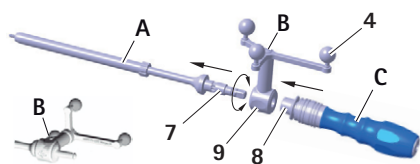

Fig. 6 Montaje del instrumento de la unidad en estrella de referencia (precalibrado) y del mango S⁴C en la terraja S⁴C
- Soltar el casquillo de bloqueo 8, ver Fig. 6. Asegurarse de que el mango S⁴C se encaja.